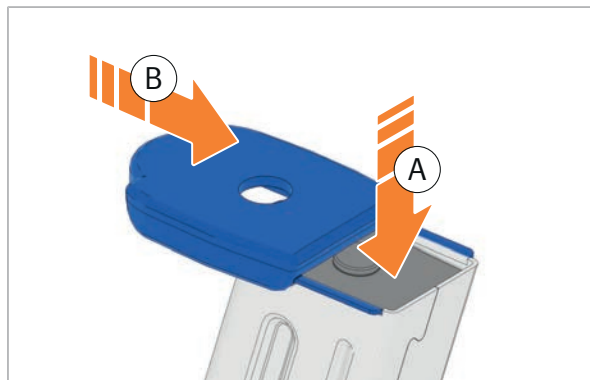

Abb. 74: Magazinboden einsetzen
4. Bodenhalter eindrücken und halten (Abb. 74).
5. Magazinboden von vorne auf das Magazingehäuse schieben bis der Bodenhalter im Magazinboden einrastet (Abb. 74).